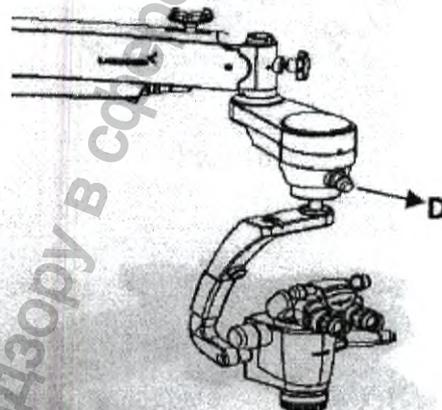

Рис. 14
Ручка регулировки интенсивности света (D) расположена на передней части наклонного плеча. Яркость поля зрения может быть отрегулирована по желанию при помощи ручки регулировки интенсивности света, смотрите рисунок 14.